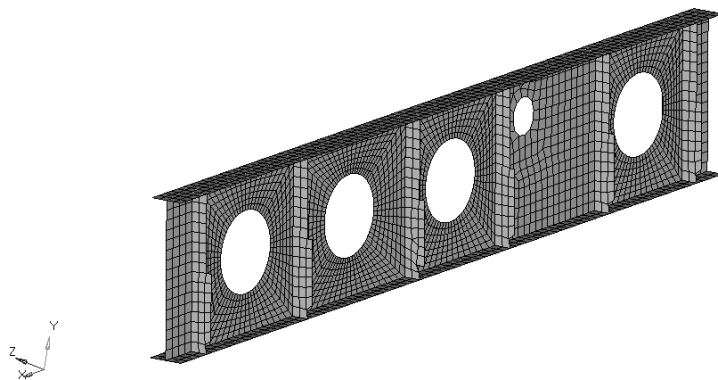

图 7-41 其他面的网格剖分
(4) 使用单元边长为 10mm，完成对模型中其他面的网格剖分工作，如图 7-41 所示。